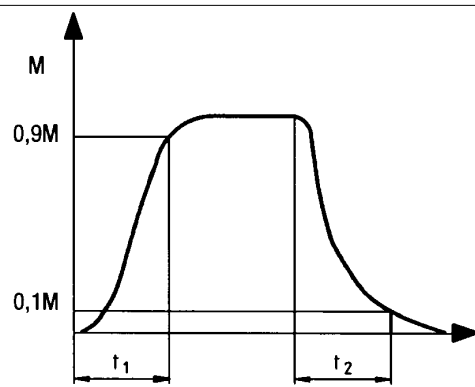

Fig. 4
Für Einsatzfälle, bei denen eine Stromzuführung über Schleifringe nicht machbar oder nicht zulässig ist, kommt die magneta-Magnetpulverkupplung Typ 14.501 zur Anwendung. Die Erregerspule ist gemäß Fig. 4 im fest angeschraubten Magnetteil untergebracht. Die Stromzufuhr erfolgt über Flachzungenstecker.
In cases where the power supply by slip rings is not permitted or not possible, the magneta magnetic particle clutch type 14.501 comes to effect. The excitation coil is installed into the fixed stator (according to fig. 4). The power supply is realised through spade connectors.
Pour les utilisations où un apport de courant via des bagues collectrices n'est pas réalisable ou n'est pas autorisé, il convient d'employer l'embrayage à poudre magnétique magneta type 14.501. La bobine d'excitation est logée conformément à la fig. 4 dans la partie magnétique solidement vissée. L'apport de courant se fait à l'aide d'une fiche plate de raccordement.
- sanftes Beschleunigen von Antrieben (Anlaufkupplungen) (Fig. 4).
- Smooth acceleration of inputs (starting clutches) (fig. 4).
- Accélération progressive d'entraînements (embrayages de démarrage) (fig.4).